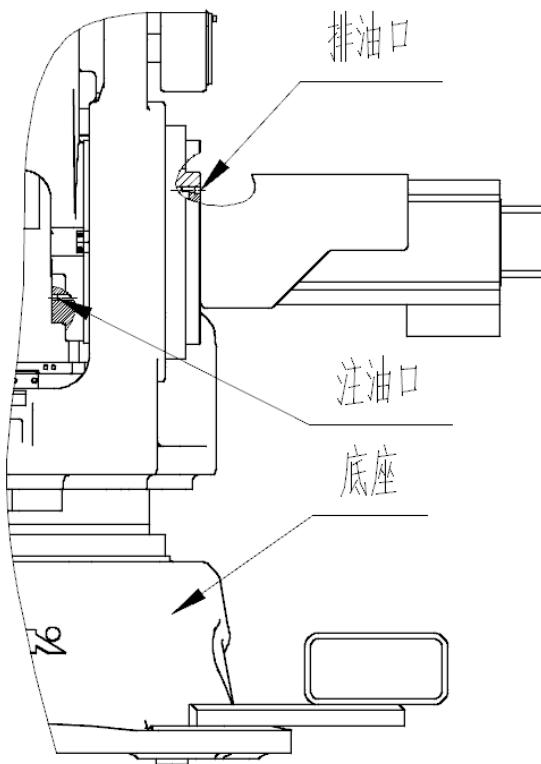

图 12 J2 轴局部结构
#### (1) 油脂补充步骤（参考图 12）
- ④ 安装排油口堵塞前，运动 J2 轴几分钟，使多余的油脂从排油口排出；
- ⑤ 用布擦净从排油口排出的多余的油脂，在排油口安装堵塞。堵塞的螺纹处要缠生胶带并用扳手拧紧。
## (2) 油脂更换步骤（参考图 12）